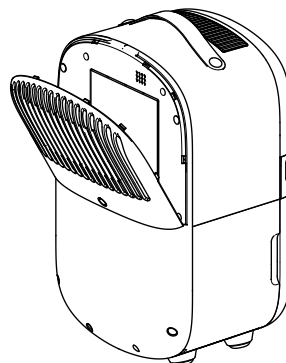

рис. 7
3. Зніміть кришку фільтра (б) з приладу, вийміть фільтр HEPA (10) і вугільний фільтр (рис. 7).